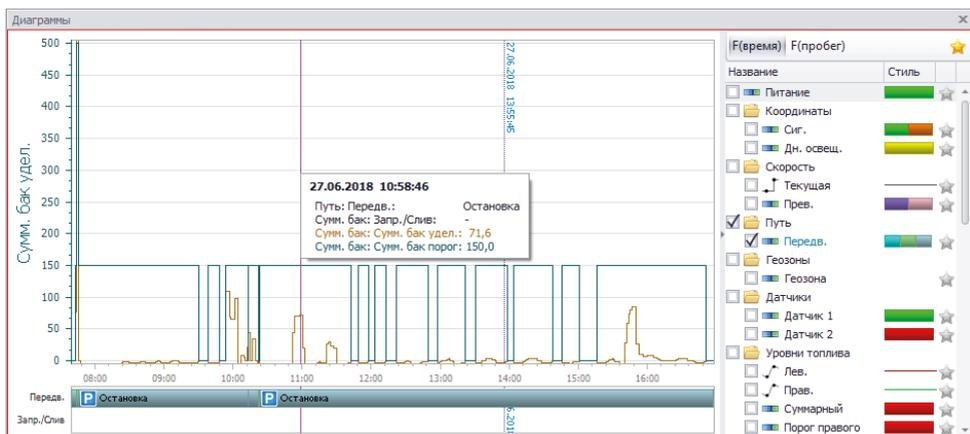

Рис.45. Удельный расход топлива ниже предела расхода.
- если предел понижения (см. график порога удельного расхода) задан в программе существенно выше удельного расхода транспортного средства (см. график удельного расхода), то могут быть пропущены реальные сливы топлива (Рис.45).